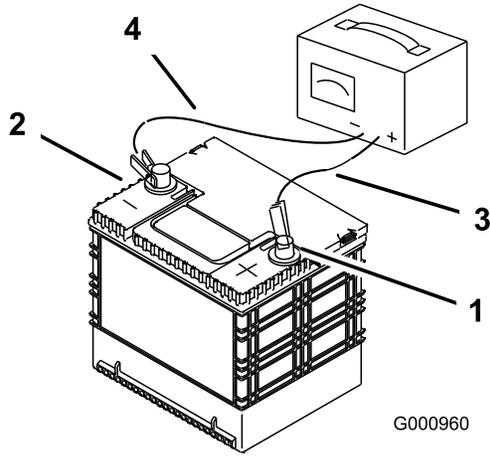

Figura 72
3. Cuando la batería esté completamente cargada, desconecte el cargador de la toma de electricidad, luego desconecte los cables del cargador de los bornes de la batería (Figura 72).